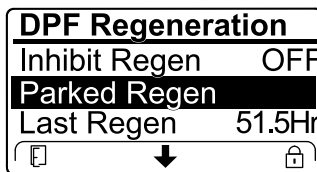

Figure 71
- Si le calculateur moteur demande une régénération d'urgence ou est en train d'en exécuter une, et que vous naviguez jusqu'à l'option PARKED REGEN (régén. en stationnement), la régénération en stationnement se bloque et l'icône de blocage (Figure 71) apparaît en bas à droite de l'InfoCenter.